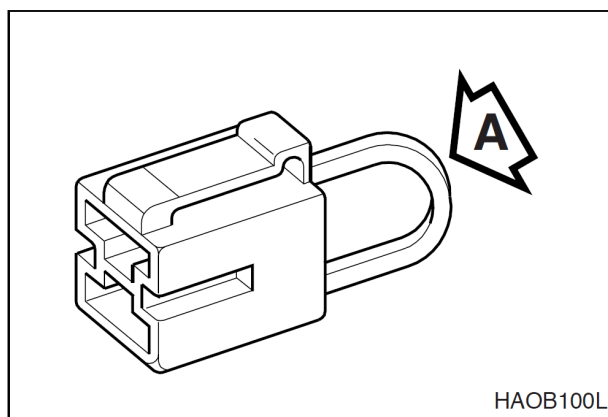

Рис. 81
Если двигатель не заводится, следует сначала убедиться, что стартер находится во включенном положении (ON) и в наличии питание (при отсутствии никакие индикаторы не горят). Убедиться, что часть А (рис. 81) плавкого соединения не повреждена и не перегорела. Заменить плавкое соединение в случае повреждения и выяснить причину.